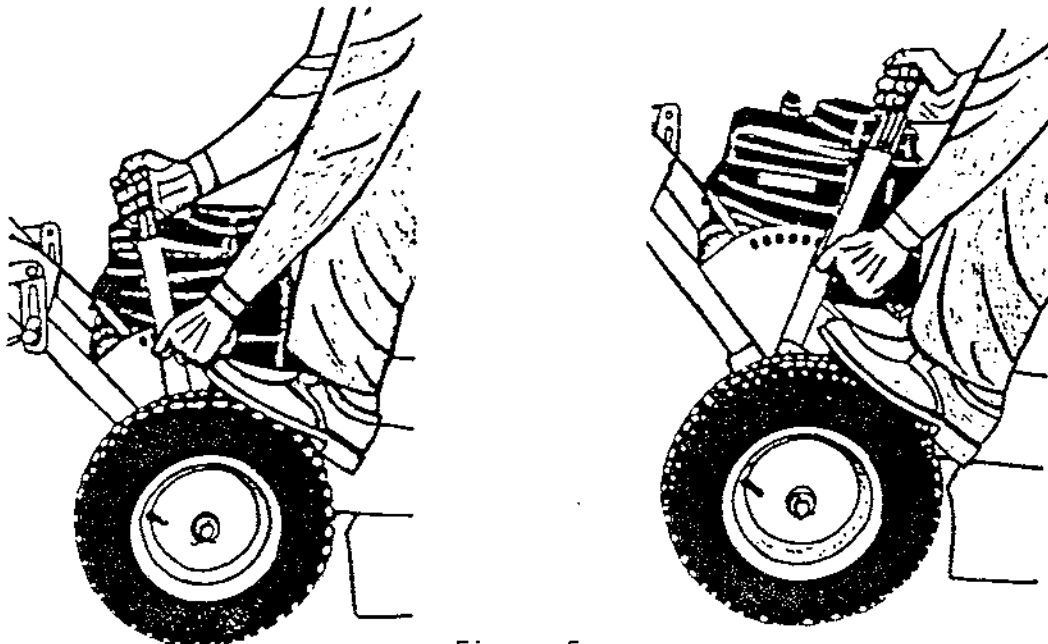

Figure 5
- Poser le pied sur la roue arrière, en se tenant face au manche (voir fig. 5)